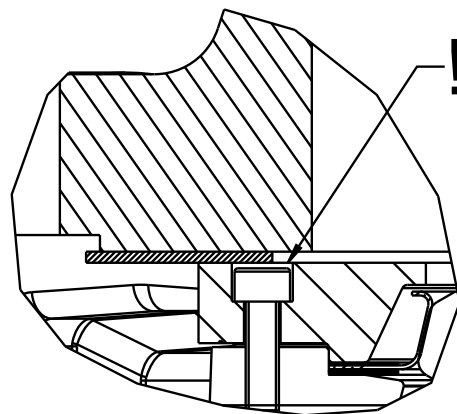

Bild 24
- Die dichte Verpressung zwischen Dichtelement (Pos. 10 sowie ggf. 9/24) zwischen Klemmring und Gehäuse (Bild 24) erfolgt über die Schraubverbindung der Flansche. Dies ist bei der Festlegung der zur Betriebsdichtheit erforderlichen Schraubenanzugsmomente zu berücksichtigen.
- Die Klappe muss mittig zu den Flanschen ausgerichtet sein und die Flansche parallel zueinander stehen. Andernfalls besteht das Risiko von Medienaustritt durch die Schraubenlöcher im Gegenflansch (Bild 24).